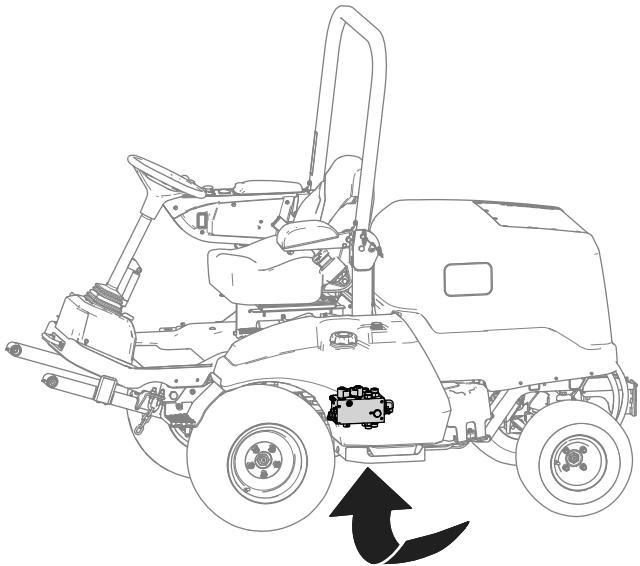

図 7
- A. 油圧マニホールドの下にオイルを受ける容器をおく図 7 に示す。